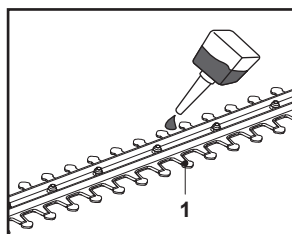

Fig. 9
9. Lubrifier les surfaces internes de la lame si le dispositif de coupe (lame) (1) surchauffe pendant le fonctionnement (Fig. 9).
1. Garder le dispositif de coupe (lame) (1) propre et exempt de débris. Retirer les déchets de taille à l'aide d'une brosse.
2. Appliquer une petite quantité de lubrifiant approprié sur le dispositif de coupe (lame) pour maintenir une bonne efficacité de coupe (Fig. 9).